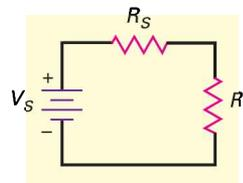

Figure 1.17
- 1.6 Sur la figure 1.17, la tension de source idéale est égale à 9 V et la résistance interne est égale à 0,4 Ω . Si la charge est nulle, que vaut le courant de sortie ?
- 1.24** D'après la figure 1.17, la tension idéale est 10 V et la résistance de charge 75Ω . Si la tension de sortie est 9 V , quelle est la valeur de la résistance interne ?